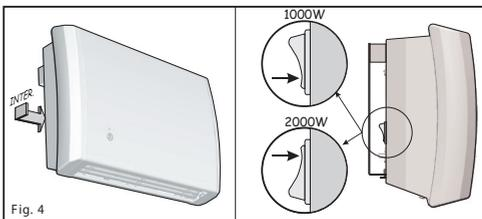

Fig. 4
- Avant d'accrocher l'appareil sur le dosseret, il est possible de sélectionner la puissance de fonctionnement de l'appareil (1000W ou 2000W) en agissant sur l'interrupteur placé à l'arrière de l'appareil (Fig. 4).